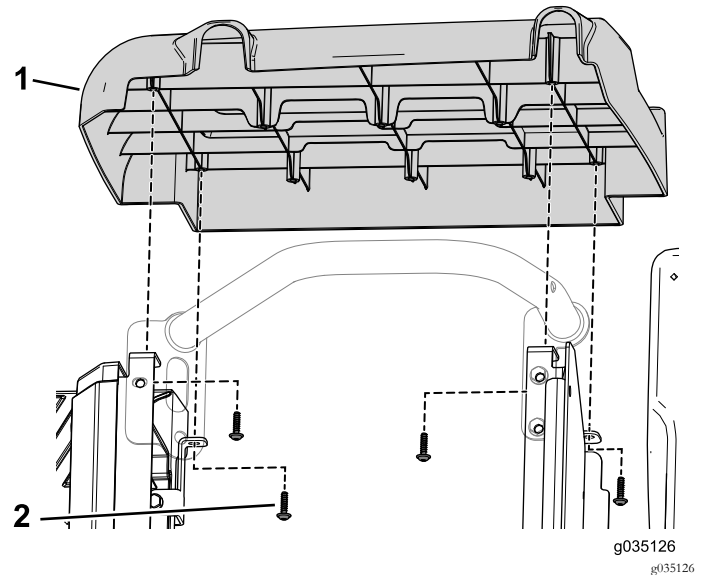

Figura 55
3. Retire los 4 tornillos autorroscantes que sujetan la cubierta del lado derecho a la máquina (Figura 55).